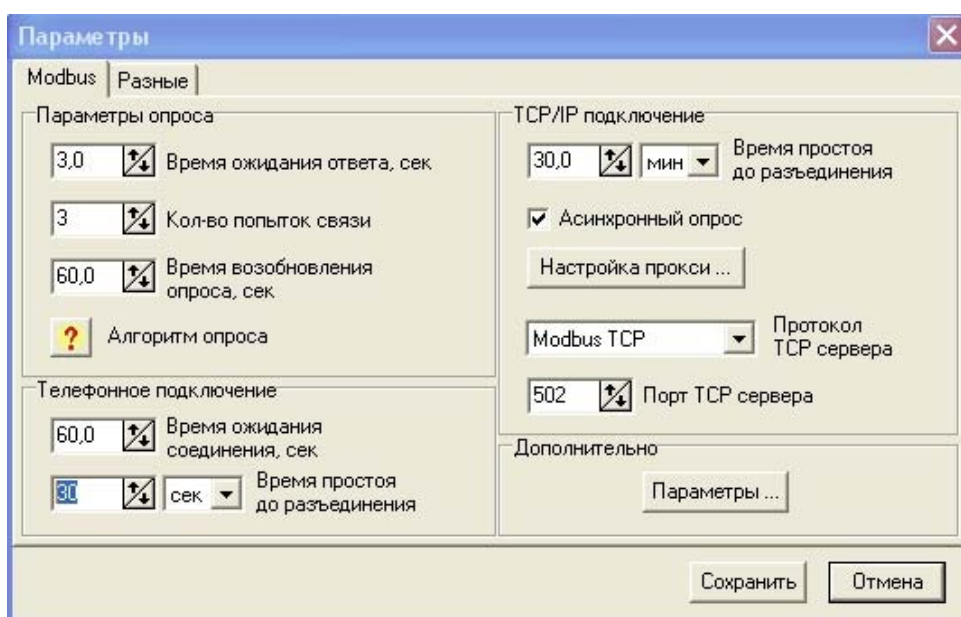

Рис.3.7
- 9) Настроить дополнительные параметры опроса. Вкладка «Настройка» главного окна программы «Параметры» (Рис.3.7).